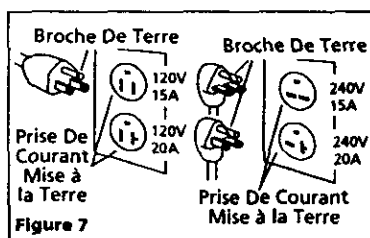

Figure 7
1. Ce produit doit être mise à la terre. Lors d'un court-circuit, la mise à la terre diminue le risque de secousse électrique en fournissant un fil d'échappement pour le courant électrique. Le modèle est équipé d'un cordon avec une broche de terre qui correspond aux types de prises de courant indiquées sur la Figure 7. Si la fiche ne correspond pas dans la prise de courant désirée, la faire remplacer par un électricien qualifié. terre correctement en respectant tous les codes et règlements locaux.
1. Si la fiche sur le cordon d'alimentation du modèle vous paraît étrange ou si la fiche ne correspond pas à votre prise de courant, se référer à la Figure 7 pour une explication des différentes fiches et des tensions que vous pouvez utiliser avec ces fiches.
Les moteurs à tension double peuvent être branchés pour soi 120 volts ou 240 volts. Déterminer la tension installée à l'usine pour votre compresseur en comparant la fiche sur le cordon avec les prises indiquées sur la Figure 7. Se référer à la décalcomanie sur le moteur afin de changer de tension basse à tension haute.